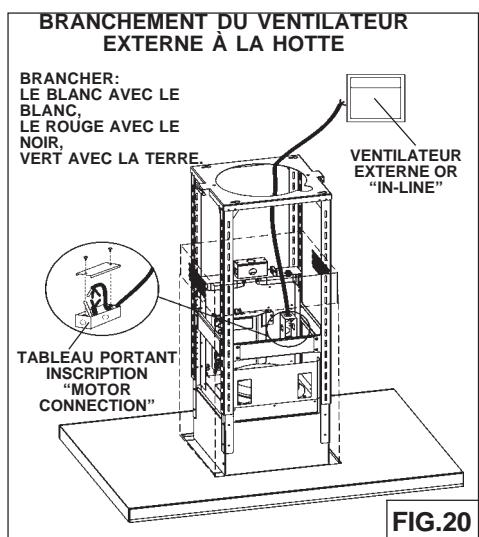

FIG.20
1. Tirer un câble à 2 fils avec la terre du ventilateur externe (ou ventilateur "In-Line") vers le tableau de l'installation électrique de la hotte portant la mention "motor connection" (Fig.20).